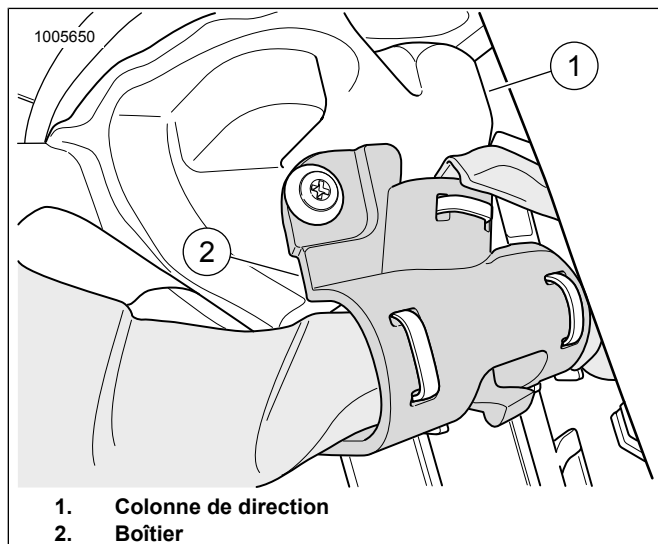

Figure 4. Colonne de direction
9. Voir la figure 4. Acheminer l'extrémité du faisceau de 48 po vers la colonne de direction (1). Utiliser le boîtier (2) pour fixer le faisceau.